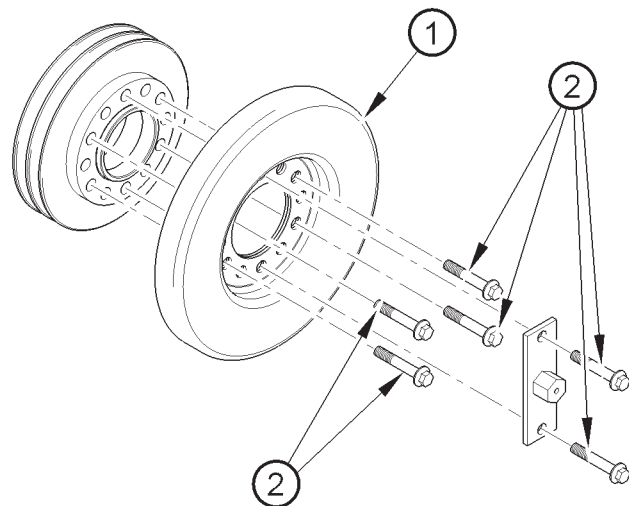

Figure 27
**Attention** : L'amortisseur de vibrations (Figure 27, repère items 1) doit être remplacé si un choc a endommagé le boîtier extérieur ou si la plaque-couvercle laisse fuir le liquide visqueux.
Vérifiez que les six vis (Figure 27, repère 2) de l'amortisseur sont serrées au couple correct :